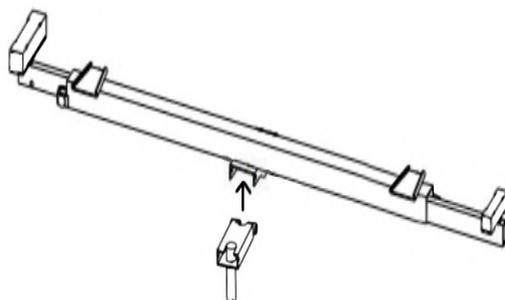

Figure 23
- Fixez le support de montage au berceau comme indiqué à la Fig. 23.